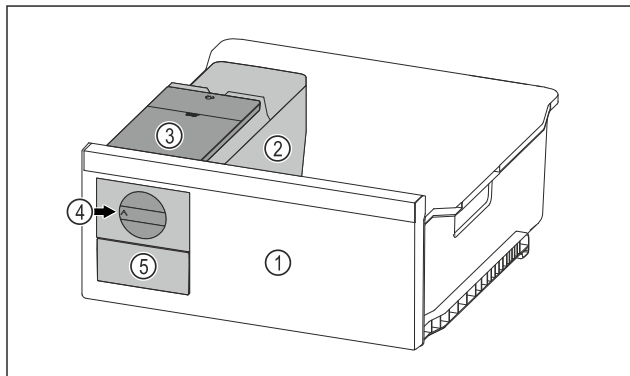

Fig. 80 Eksempelfremstilling
- Vri dreieknotten Fig. 80 (4) med klokken til den stopper.
- Isbitene faller fra isbitbrettet og ned i isbitskuffen Fig. 80 (5).